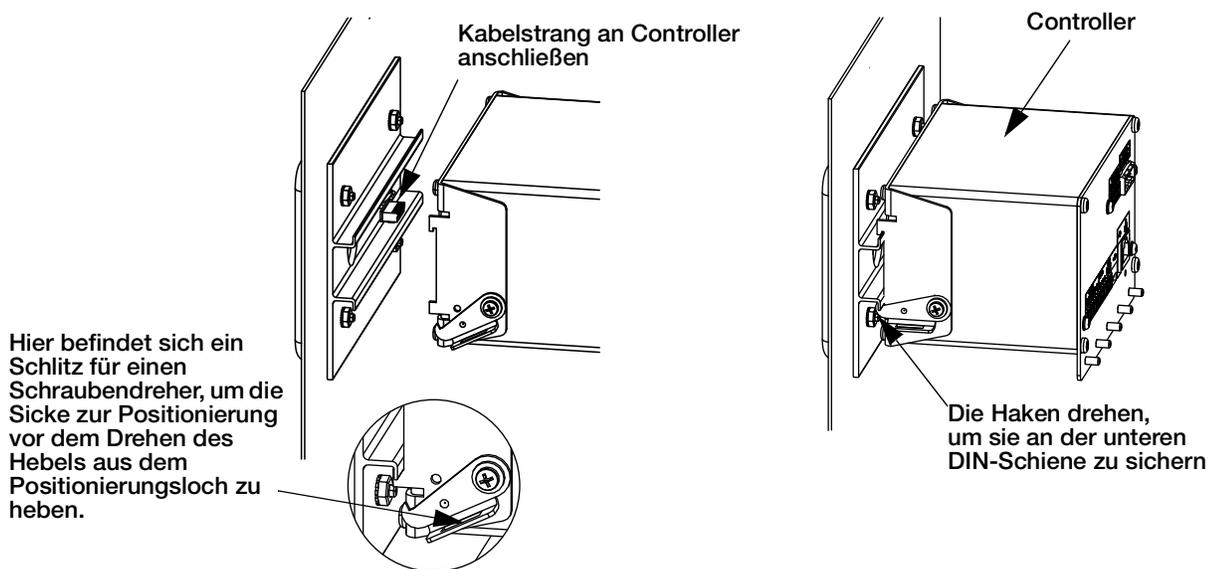

Abbildung 6. Einbau des Controllers
8. Den Controller wie in Abbildung 6 gezeigt an der DIN-Schiene positionieren.